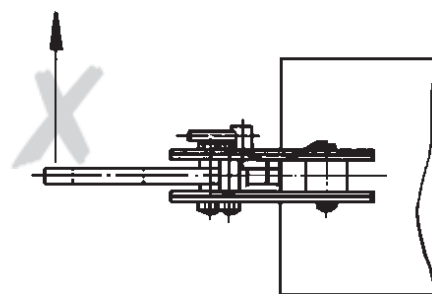

Fig. 3
- Está prohibido aplicar fuerzas de tensión en los ángulos de rotación de la anilla de suspensión de la unidad (Fig. 3).